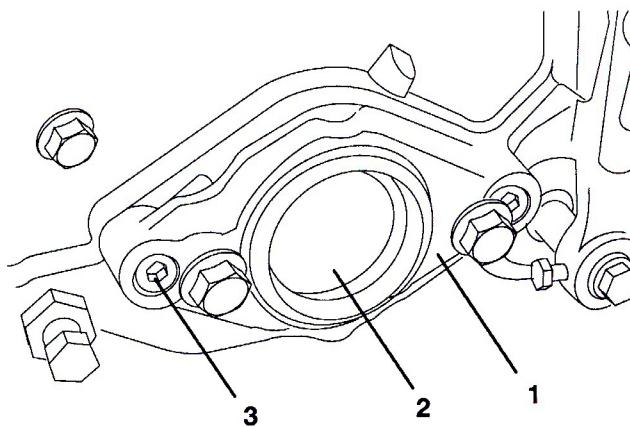

図 14
- B. カッティングユニット右側のペアリング・ハウジングについているプラスチック製のプラグを外す（図14）。
- C. カッティングユニットの左側でモータ取り付け部を固定している六角ネジ(2本)を取る。モータ取り付け部を取り外す（図14）。